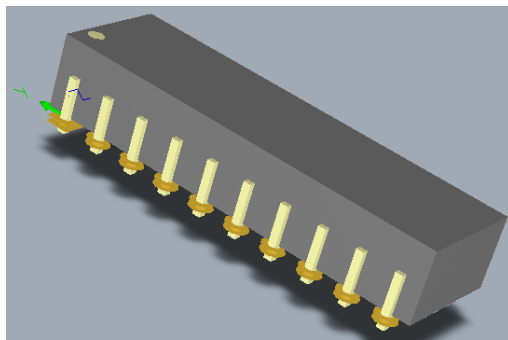

图5-24 DIP20三维模型实例
- 完成三维模型设计后，会显示3D Body对话框中，设计者可以继续创建新的三维模型，也可以单击Cancel按钮或按Esc键关闭对话框。图5-24显示了在Altium Designer中建立的一个DIP20三维模型。
DIP20的三维模型如图5-24所示，包括22个三维模型对象：轮廓主体、20个引脚和一个标识引脚1的圆点。